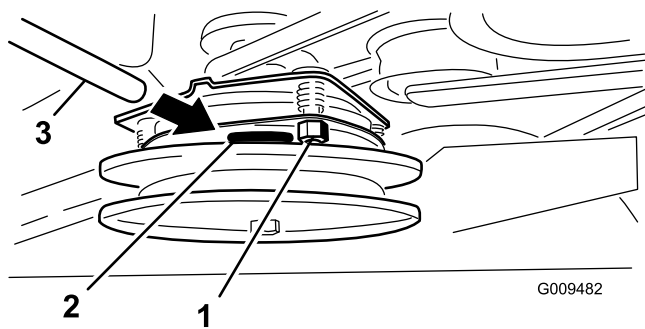

Figura 59
3. Apriete las contratuercas que empiece notar una ligera fricción en la galga, pero dejando que ésta se mueva con facilidad en el entrehierro (Figura 59).